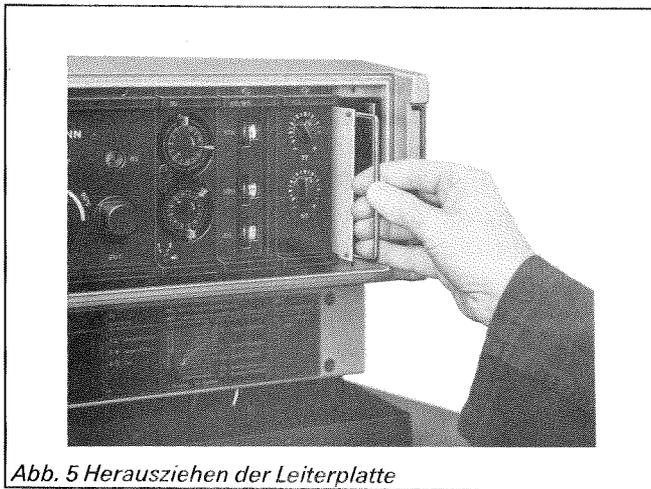

Abb. 5 Herausziehen der Leiterplatte
3. Defekte Leiterplatte „SPR/T“ mit dem Montagebügel herausziehen (Abb. 5).